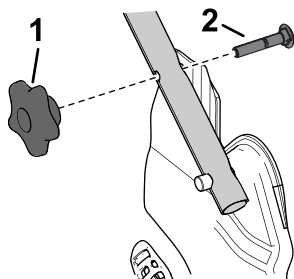

Figura 23
1. Retire y guarde los 2 pomos del manillar y los 2 pernos de cuello cuadrado de los soportes del manillar (Figura 23).